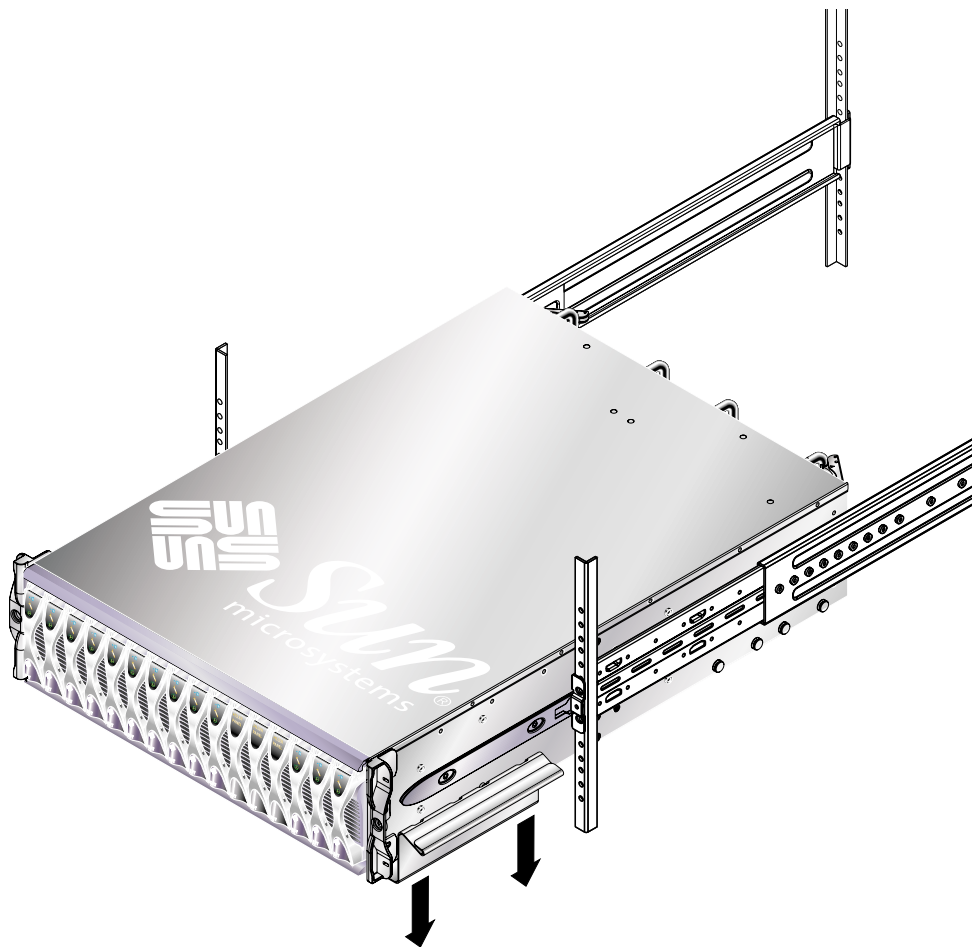

図 3-7 運搬用ハンドルの取り外し (19インチ 4 ポストラック)
6. システムシャーシをラックにスライドさせて挿入します (図 3-7)。
7. 正面側の運搬用ハンドルを外します (図 3-7)。